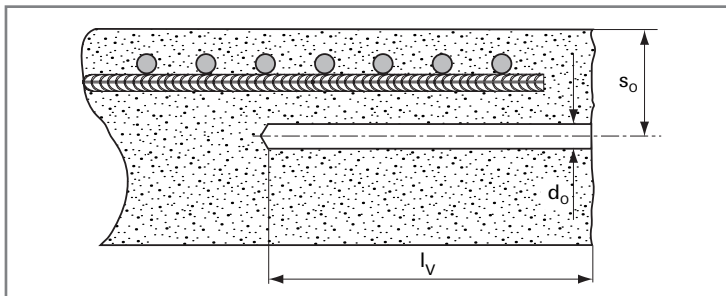

Abb. 4:
- Der Ausführende hat mit darauf zu achten, dass bei einer Verankerung nahe am Bauteilrand (Abb. 4) die Mindestbetondeckung  $\min c$  (Tab. 1) und der Mindestabstand  $\min a_s$  (Gl. 1) der eingemörtelten Bewehrungsstäbe eingehalten werden.